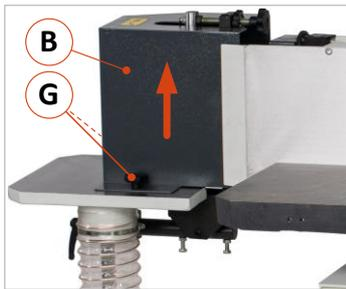

Abbildung 35: Schutz (B) entfernen
- ⇒ Abbildung 35: Lösen Sie die beiden Griffschrauben (G) und entfernen Sie die linke Schutzabdeckung (B).